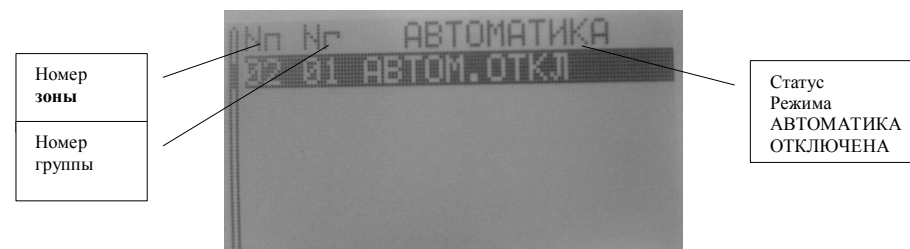

Рис.8 Меню АВТОМАТИКА ОТКЛ вызываемое по кнопке «4»
- меню АВТОМАТИКА ОТКЛ (рис.8), по кнопке «4»;
- меню направлений АВТОМАТИКА. ОТКЛ. см. рис.8;